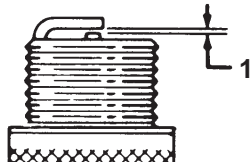

Figure 38
6. Réglez l'écartement des électrodes à 0,76 mm (0,030"), comme indiqué dans la Figure 38.